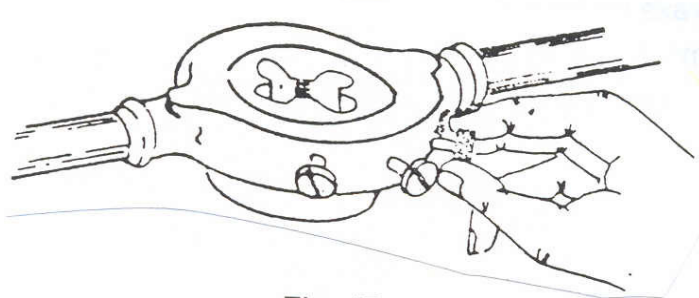

Fig. 17
- c) Fixe o cossinete apertando ligeiramente os 3 parafusos alternadamente. (fig. 17).